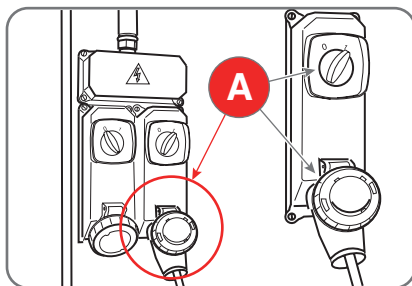

Fig. 1.15
- collegare la macchina ad una propria connessione elettrica (A - Fig.1.15) dotata di un apposito interruttore automatico differenziale con sensibilità 30mA;